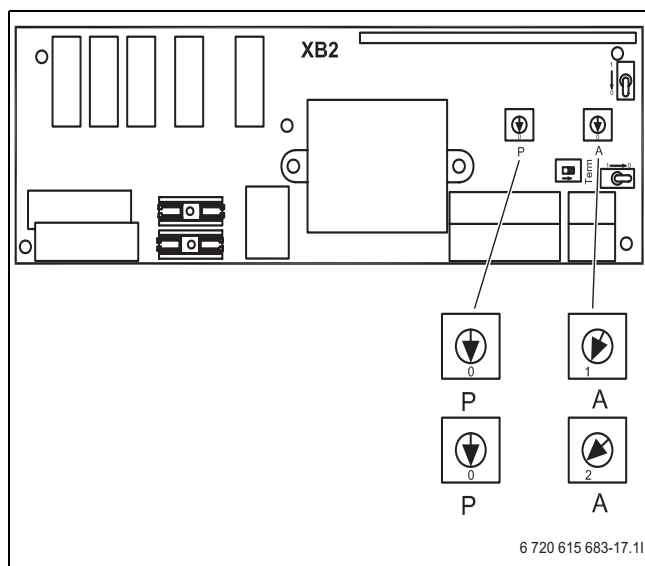

Fig. 8 Sélection d'adresse circuit 3-4.
- 4 Sélection de programme (→ fig. 8)
- 5 Sélection d'adresse (→ fig. 8)